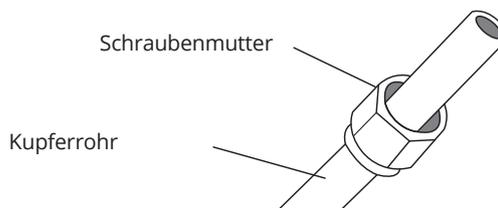

Abb. 7.3
3. Setzen Sie Konusmuttern auf beide Rohrenden. Achten Sie darauf, dass sie in die richtige Richtung ausgerichtet sind, da sie nach der Aufweitung nicht geändert werden können. (Siehe Abbildung 7.3)